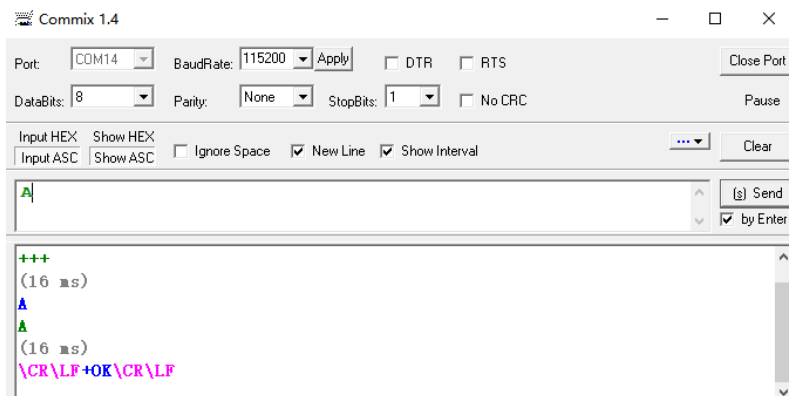

图 7-7 确认码发送界面
- 3) 模块接收到“A”后，向 Commix 发送“+OK”，并进入“AT 指令模式”。如图 7-7 所示。